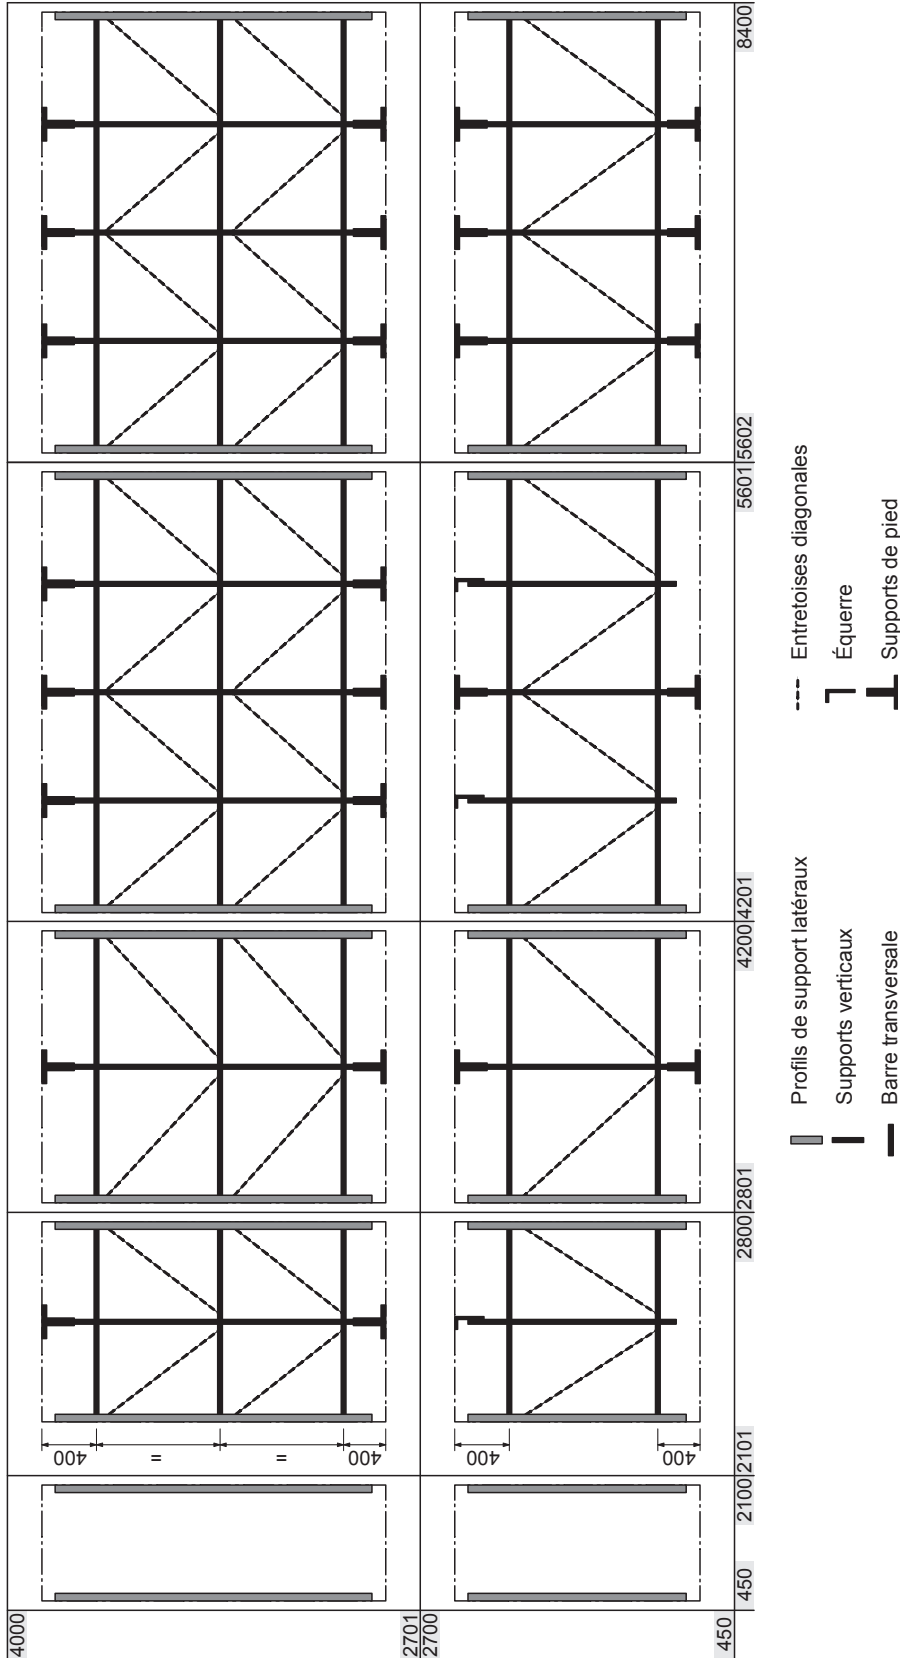

Fig. 4: Aperçu des constructions-cadre de l'unité de posthumidification (dimensions de l'intérieur du conduit en mm)
**Important :** dans le cas de systèmes ayant une largeur >2800 mm, certains – voire tous les – supports verticaux de l'unité de posthumidification sont fixés au plafond et au plancher du conduit à l'aide de pieds d'appui spéciaux (voir Fig. 4). Dans le cas de systèmes ayant une largeur >4500mm, le support vertical de l'unité de buses est fixé en plus au plancher du conduit à l'aide d'un pied d'appui (voir Fig. 24). Veillez à ce que les surfaces de montage sur lesquelles sont fixés les pieds d'appui au plancher (ou dans le bac) et au plafond du conduit soient renforcées par des traverses.
#### 8. Montage des entretoises diagonales (voir aussi aperçu des constructions-cadre au Fig. 4) :